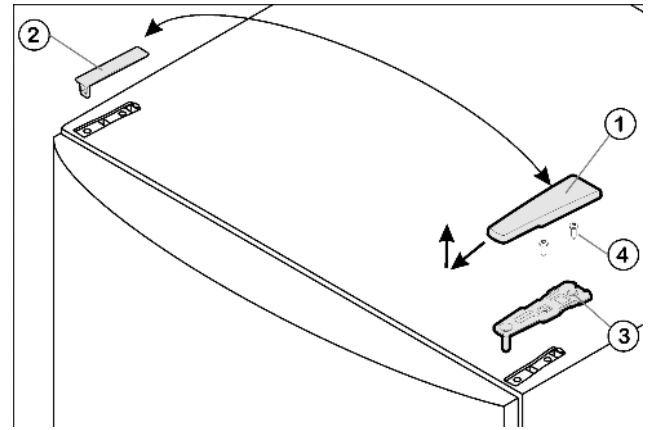

Fig. 4
- ▶ Estrarre la copertura Fig. 4 (1) tirandola in avanti e verso l'alto.
- ▶ Staccare la copertura Fig. 4 (2).
- ▶ Svitare il blocco di supporto superiore Fig. 4 (3)(2 x Torx® 25) Fig. 4 (4) ed estrarre tirando verso l'alto.
- ▶ Inserire il blocco di supporto superiore Fig. 4 (3) sul nuovo lato della cerniera nella porta.
- ▶ Serrare il blocco di supporto superiore **fermamente a 4 Nm** (2 x Torx® 25) Fig. 4 (4). Eventualmente praticare fori a vite o utilizzare un avvitatore a batteria.
- ▶ Innestare la copertura Fig. 4 (1) e la copertura Fig. 4 (2) rispettivamente sul lato opposto dall'esterno e innestare in posizione.